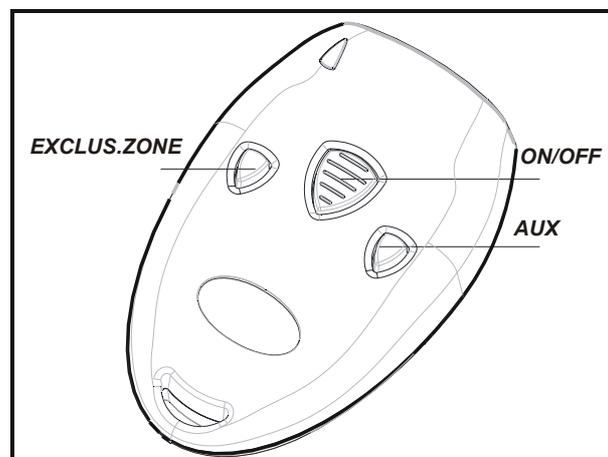

Fig.3
- La centrale assigne automatiquement les trois canaux présents sur l’ émetteur à chaque fonction avec la séquence indiquée en Fig3.